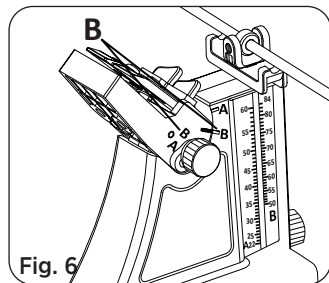

Fig. 6
**Consejo:** Alinee la línea blanca del indicador con la letra B, luego apriete el botón de bloqueo de posición en el orificio de montaje B (Ver Fig. 6).